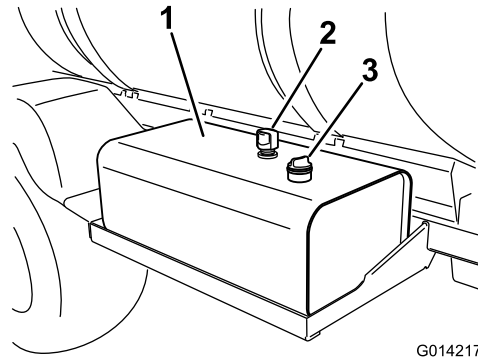

Figure 141
2. Nettoyez la surface autour du bouchon-jauge du réservoir de liquide hydraulique et enlevez-le (Figure 141).